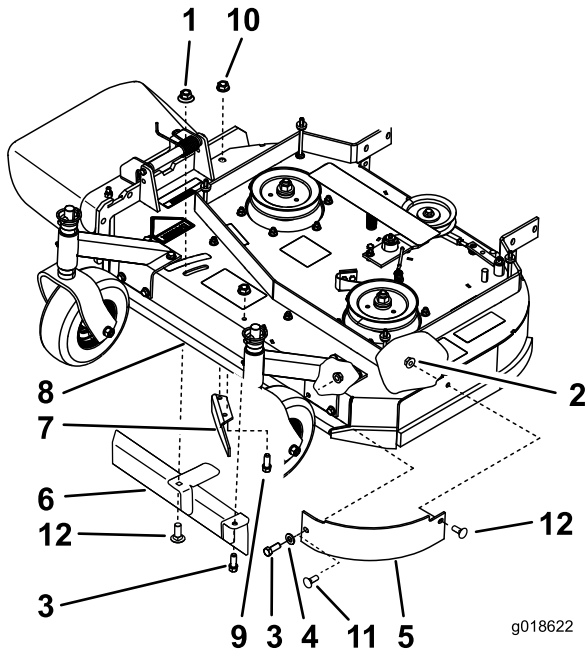
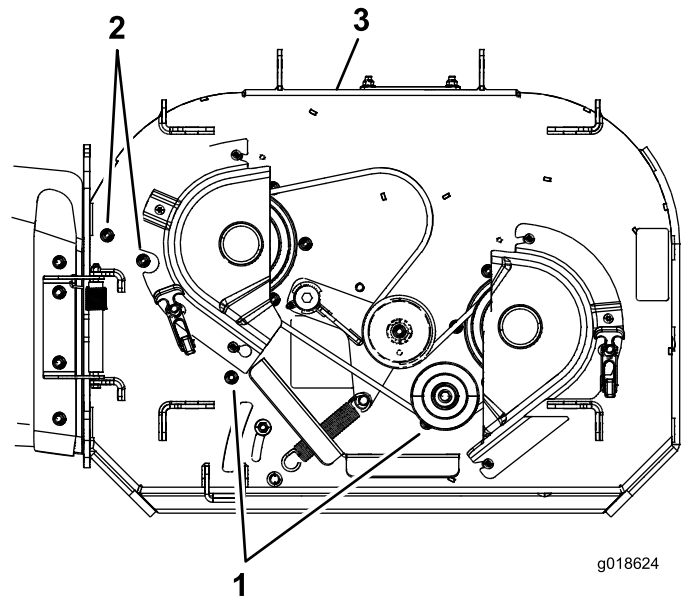

Figura 3
Figura 4
1. Retire la cubierta de las correas de la carcasa de corte (Figura 3).
2. Retire los pernos, las arandelas y las tuercas con arandela prensada que sujetan el deflector delantero izquierdo en su lugar (Figura 3).
4. Retire los pernos y las tuercas con arandela prensada que sujetan el deflector de descarga en su sitio (Figura 3 o Figura 4). Instale las tuercas y los pernos para tapan los taladros después de retirar el deflector.
5. Retire la tuerca grande con arandela prensada o el bloqueo de leva y la arandela desenroscándolos del deflector de flujo ajustable (Figura 3).
6. Retire el perno que sujeta el deflector de flujo ajustable en su lugar (Figura 3).